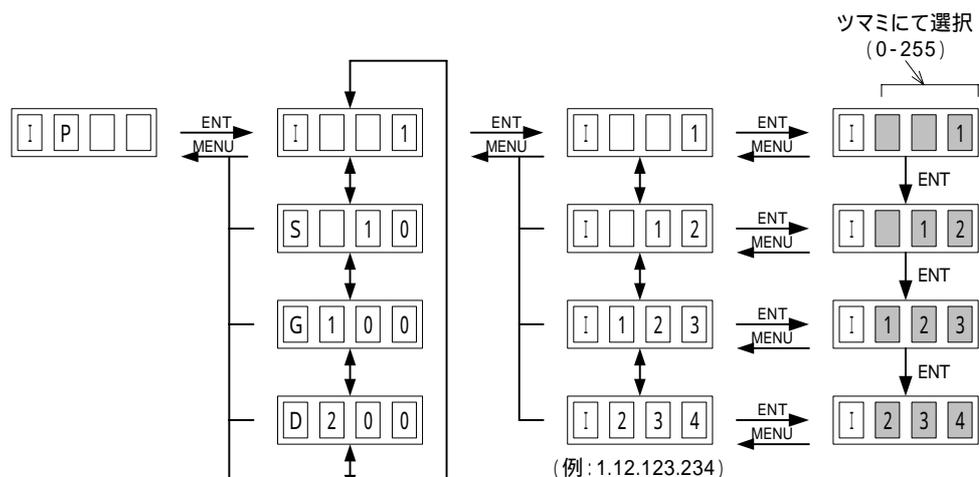

図4-8 表示器(「IP」例)
1) メインメニューで「IP」を選択し、**ENTER**ボタンを押すと図4-8のような設定メニューが表示されます。ツマミを回して変更項目を選択し**ENTER**ボタンを押して項目を決定します。